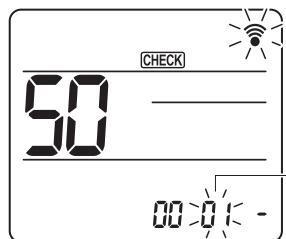

Fig. 6-20
- ③ Sélection d'un mode
Appuyez sur les touches **▼** pour régler le numéro de mode ⑤. (Fig. 6-20)